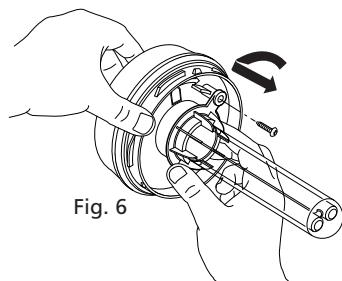

Fig. 6
3.6 **Uwaga:** urządzenie musi być ziemione. Jest bardzo ważne, aby podłączenia dokonać zgodnie z poniższą instrukcją (patrz rys. 6).
- ii) W podobny sposób wyjąć tuleję kwarcową tj. wyjąć wkręt mocujący, przekręcić w lewo plastikową oprawę i wyciągnąć tuleję z korpusu (patrz rys. 6).